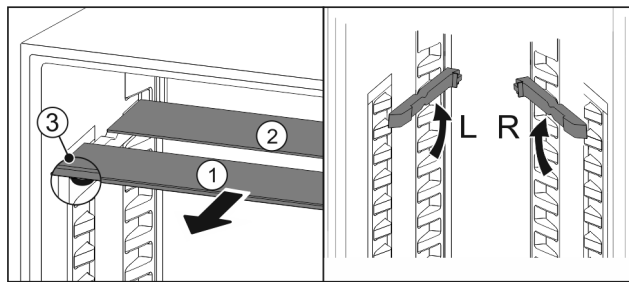

Fig. 54
- По одной извлеките Fig. 54 (1) стеклянные панели движением вперед.
- ▷ Стеклянная панель Fig. 54 (1) с декоративной планкой лежит спереди.
- ▷ Стопоры Fig. 54 (3) показывают вниз.